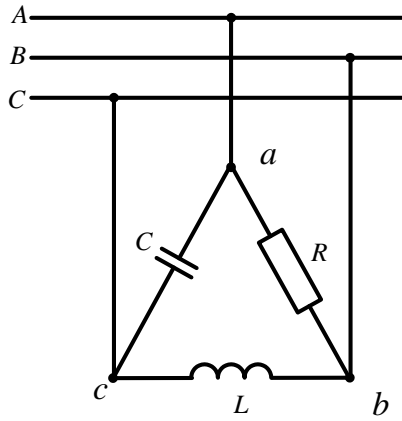

Рисунок 68
**Задача 66.** К трехпроводной трехфазной линии (рис. 68) с линейным напряжением  $U_L=380\text{В}$  подключен трехфазный приемник, соединенный треугольником:  $R=10\text{Ом}$ ,  $x_L=10\text{Ом}$ ,  $x_C=10\text{Ом}$ . Рассчитать токи в фазах и в линии, построить совмещенную векторную диаграмму напряжений и токов.